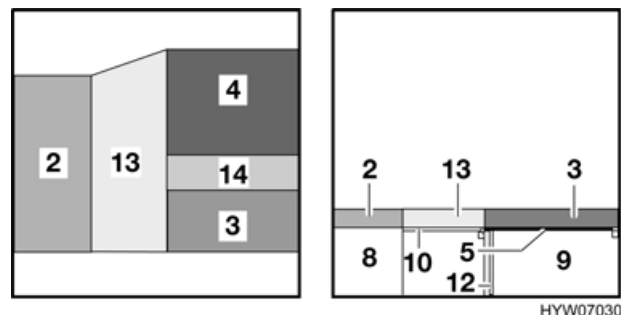

Bild 57 Nach dem Umbau
- Das Rückenpolster (Bild 57,3) der Mittelsitzbank auf die Tischplatte legen.
- Das kleine Zusatzpolster (Bild 57,14) zwischen das Sitzpolster (Bild 57,4) und das Rückenpolster (Bild 57,3) legen.
- Das große Zusatzpolster (Bild 57,13) auf die Bettkasten-Verlängerung legen.